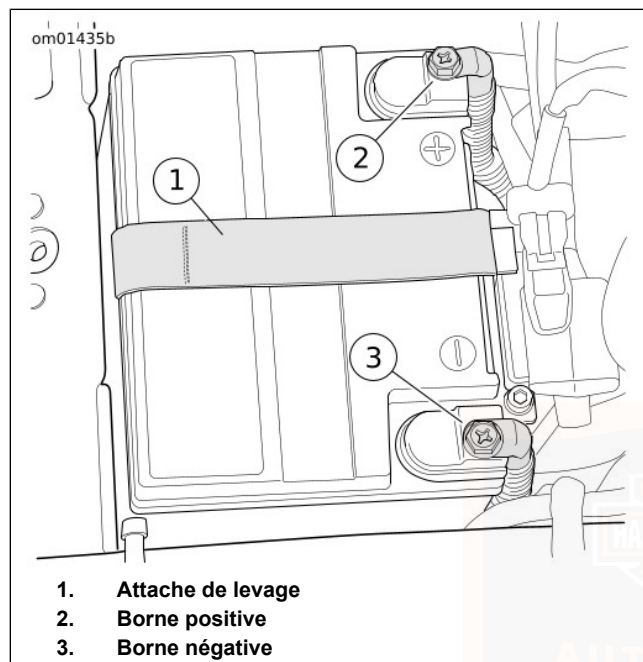

Figure 88. Compartiment de batterie
10. Voir Figure 88 . Déconnecter les deux câbles de la batterie, en commençant par le câble négatif.
3. Voir Figure 88 . Placer la batterie dans le plateau de batterie, bornes orientées vers l'avant.